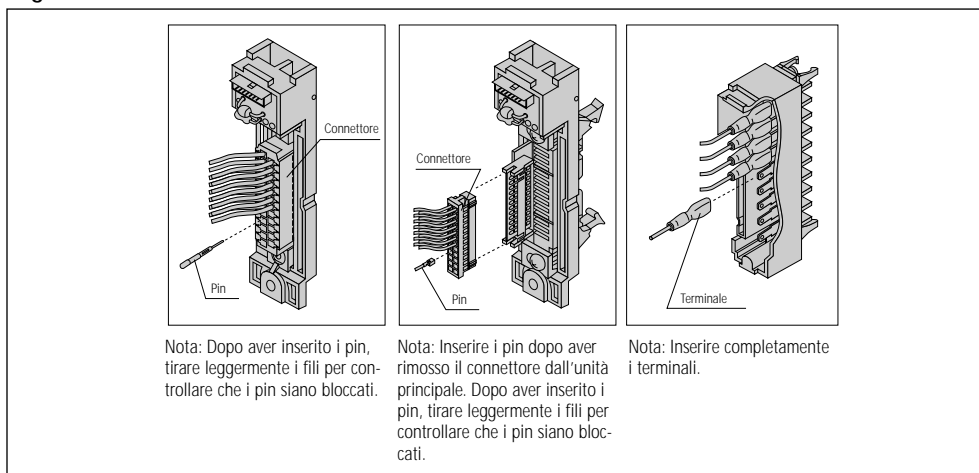

Fig. 21
Montare il blocco manifold supplementare sulla guida DIN, sul lato 'U'. Fare riferimento allo schema circuiti e inserire i fili nel connettore (Fig. 21).
**Nota: SOL. A filo nero, SOL. B filo bianco (Fig. 21).**